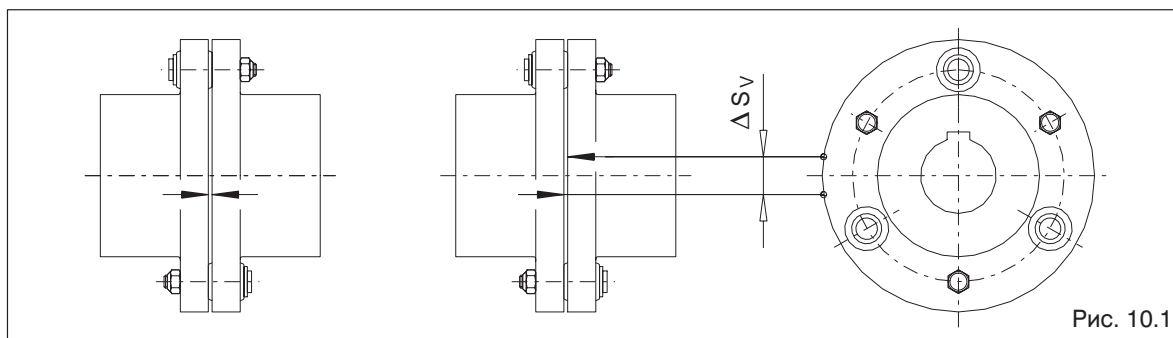

Рис. 10.1
Если для эксплуатации муфты повышенный зазор муфты не будет являться недостатком, то гибкие буферы (5) могут оставаться в эксплуатации до тех пор, пока не будет достигнут определенный предел износа для их замены. Для оценки износа, в таблице 10.1 приводится разрешенный люфт кручения, перерассчитанный на размер хорды ΔS_V у внешнего диаметра муфты. Для определения размера ΔS_V нужно повернуть муфтовую часть без момента вращения вплоть до упора и нанести на муфтовую часть метку (смотри рис. 10.1). Путем поворачивания муфтовой части в противоположную сторону вплоть до упора метки расходятся. Расстояние между метками является хордовым размером ΔS_V . Если размер ΔS_V превышает приведенное в таблице 10.1 значение, то нужно заменить буферы (5).